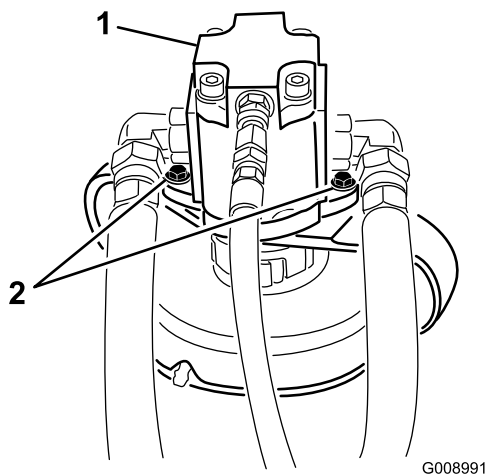

図 81
4. 油圧モータをカッティングユニットに固定しているボルトを外す (図 81)。カッティングユニットからモータを外し、カッティングユニットの上に置く。
2. 油圧モータをカッティングユニットに固定しているボルトを外す (図 81)。カッティングユニットからモータを外し、カッティングユニットの上に置く。